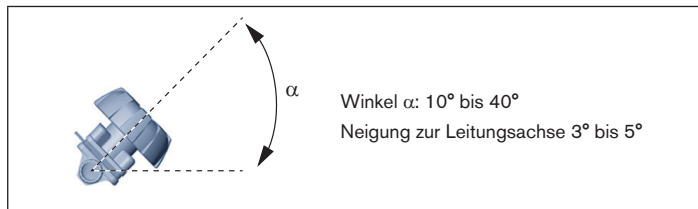

Bild 4: Einbaulage zur Selbstentleerung des Gehäuses
- Gehäuse um den Winkel $\alpha = 10^\circ$ bis 40° geneigt zur Horizontalen einbauen (siehe *Bild 4*).